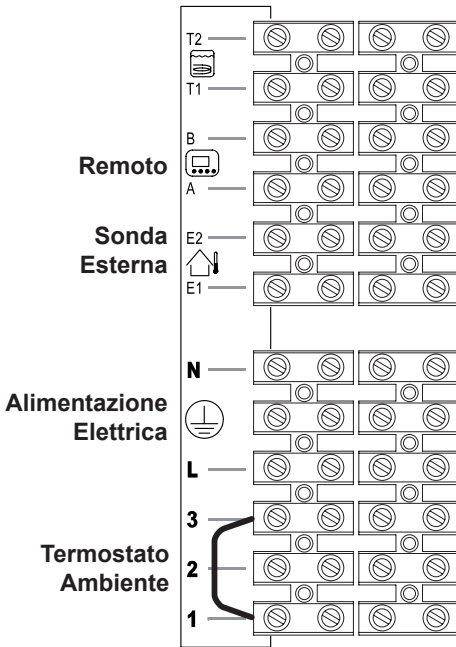

Figura 5.18
- Collegare il cavo di alimentazione elettrica proveniente dall'interruttore onnipolare alla morsetteria di alimentazione elettrica della caldaia Figura 5.18 rispettando la corrispondenza della linea (filo marrone) e del neutro (filo azzurro).
Per il collegamento di un termostato ambiente servirsi dei morsetti indicati in Figura 5.18.
Per il collegamento di valvole di zona servirsì dei morsetti termostato ambiente indicati in Figura 5.18 e Figura 5.19. I conduttori elettrici dei contatti del micro della valvola di zona vanno inseriti nei i morsetti "1 e 3" della morsettiere termostato ambiente come in